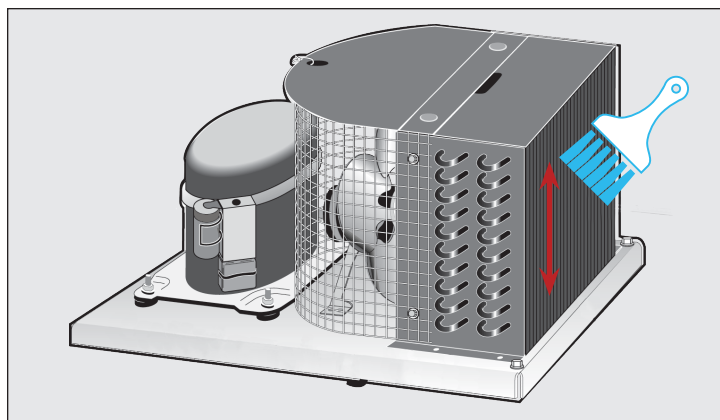

Figure 2. Avec une brosse à poils raides, nettoyer les débris accumulés sur le serpentin de condenseur.
3. Avec une brosse à poils raides, nettoyer soigneusement les débris accumulés sur les ailettes du serpentin de condenseur avant. Voir Figure 2.